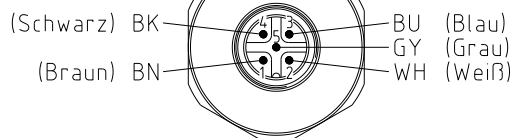

Bild 20: Anschlussbelegung der Steckverbindung
- Stellen Sie die elektrische Verbindung gemäß der Steckverbindung her (siehe Bild 20).